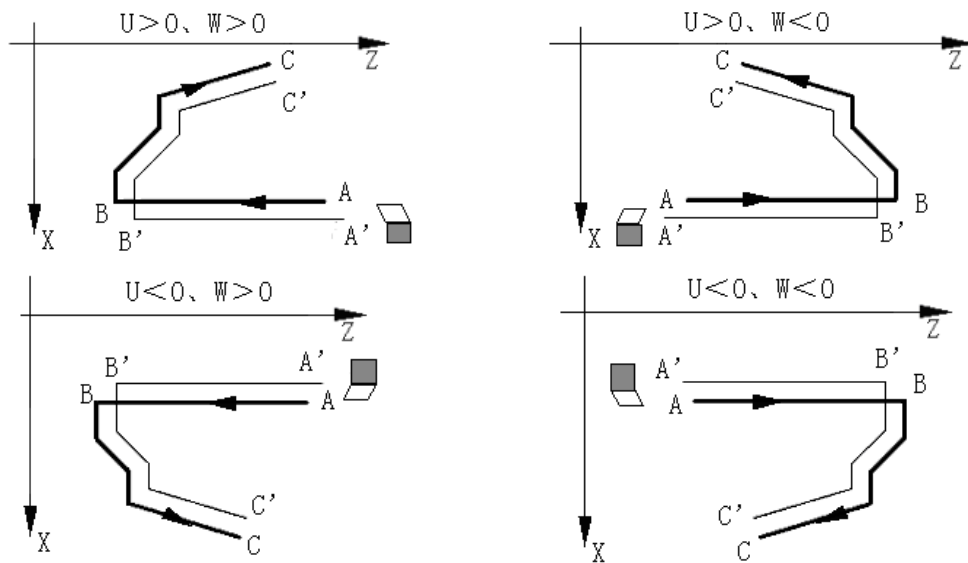

图 4-16-13
- 2) 留粗车余量时坐标偏移方向：指令①的 U、W 反应了精车时坐标偏移和切入方向，按 U、W 的符号有四种不同组合，见图 4-16-13，图中：B→C 为精车轨迹，B'→C' 为粗车轮廓，A 为起刀点。